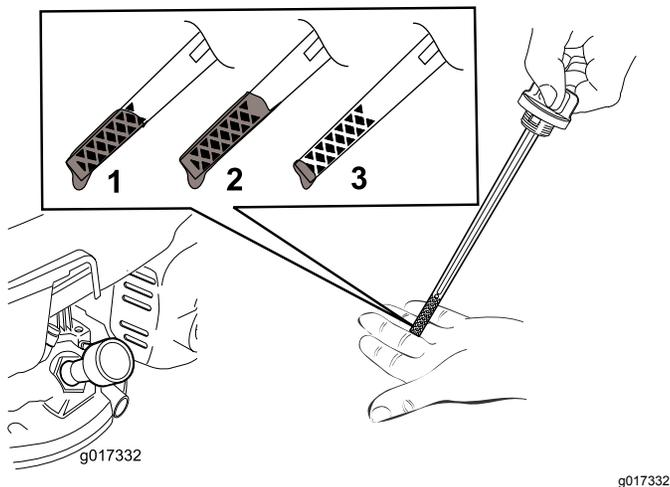

図 11
5. オイルの量の確認方法は **図 11** を参照。
注 ディップスティックで量を確認しながら **図 11** に示される適正量までオイルを入れる。オイルを入れすぎてしまった場合には、「エンジンオイルの交換」の項に従って余分なオイルを抜き取ってください。